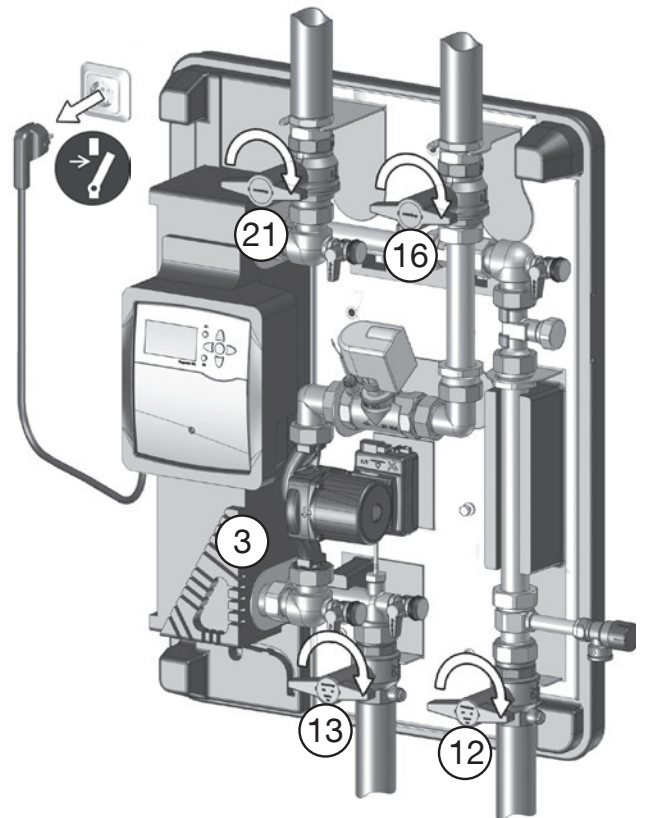

fig. 5.1: Desconecte la alimentación del controlador y cierre las válvulas de bola
2. **Cierre las válvulas de bola de corte (12 y 13) (circuito de agua potable) y (16 y 21) (circuito del acumulador)** (fig. 5.1).
2. **Cierre las válvulas de bola de corte (12 y 13) (circuito de agua potable) y (16 y 21) (circuito del acumulador) (ver fig. 5.1 en la página 31).**